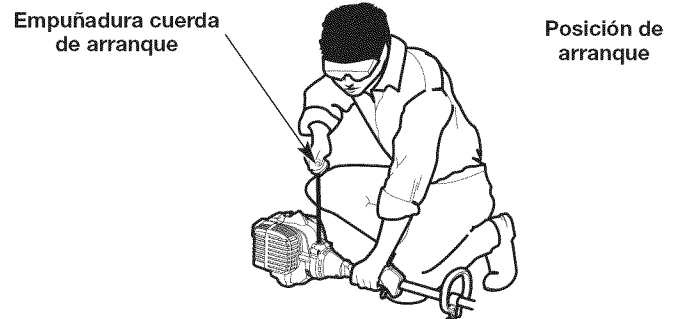

Fig. 8
ADVERTENCIA: Se debe evitar arrancar accidentalmente la unidad. A fin de evitar que se produzcan lesiones graves, el operador y la unidad deben estar en una posición estable cuando se jala la cuerda de arranque (Fig. 8).
5. **NO** apriete el control del acelerador. Agacharse en la posición de arranque (Fig. 8).
6. **NO** apriete el control del acelerador. Tire de la cuerda de arranque con un movimiento controlado y firme hasta que arranque la unidad (Fig. 8).